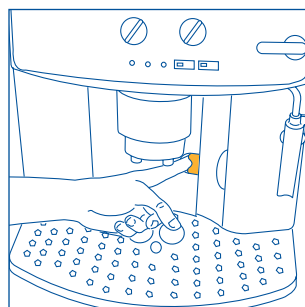
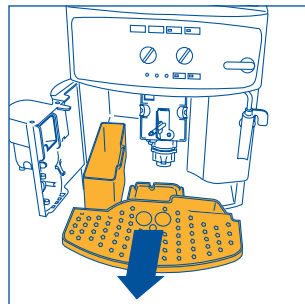

Рис. 15
Рис. 16
ПРИМЕЧАНИЕ 7: кофеварка подсчитывает количество чашек воды, которые были приготовлены. Каждые 14 маленьких чашек (или 7 больших) ☐ загорается индикатор (гл. 12, пункт 3), предупреждая, что кассета для кофейной гущи заполнена и ее необходимо вытряхнуть и прочистить. До очистки кассеты для гущи лампа остается горячей, а кофеварка больше не готовит кофе. Для того, чтобы произвести очистку, откройте дверцу для обслуживания, расположенную в передней части, потянув за специальную ручку, рис. 15; загорится мигающий индикатор ☐, см. пар.12, п. 9, затем извлеките ванночку для сбора воды, рис. 16, слейте и очистите ее.
- откройте дверцу для обслуживания, рис. 15;
- извлеките ванночку для сбора воды и кассету для гуши, рис. 16 и промойте их;